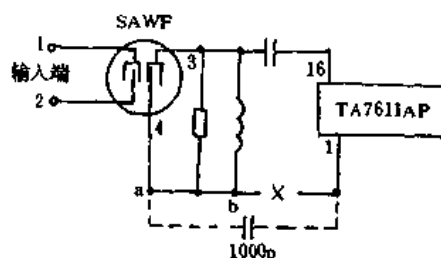

图 18-5 隔直电容法
如图 18-5 所示,当判断声表面的输出电极④脚对地有漏电时,将使 TA7611AP 的①脚电压(正常为 5V)下降,造成无图无声故障,对此可将 b、c 间的铜箔割开,在 a、c 间接一只 1000pF 左右的隔直耦合电容器,这样既不需更换声表面,也不需检修声表面,而又能使电视机恢复正常工作。请注意,在遇有其它类似这种电路形式时,可采用此法应急修理;在代换声表面波滤波器时,为防止其漏电,也可预先在 a、c 间接上一只 1000pF 的电容器;隔直电容器容量不能太小,否则对中频电视信号有降压损耗。